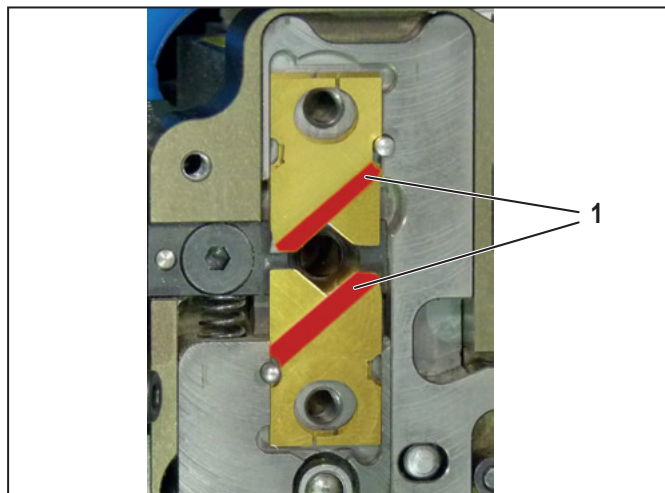

Figura 8.2 Inserir lâminas
- ▶ Montar cada par de lâminas de maneira que as arestas biseladas apontem para fora (marcadas a vermelho na Figura 8.2).